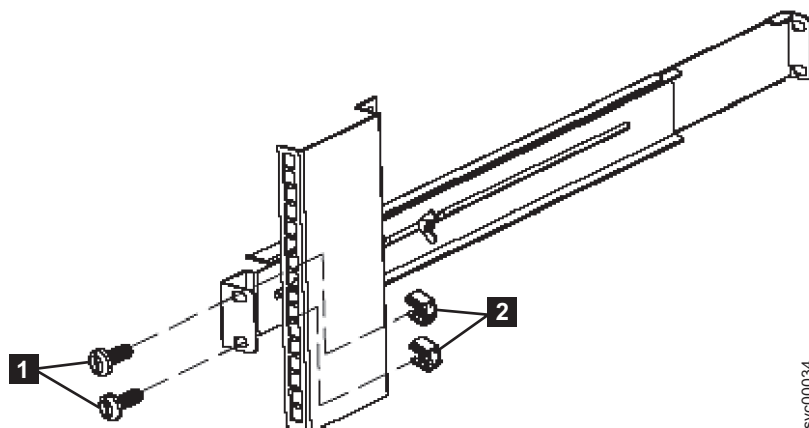

図10. 2145 UPS-1Uへの後部レールの固定
6. 2つの M6 × 10 ねじ (図10の 1) と2つのクリップ・ナット 2) を使用して、レールをラック後部に取り付けます。お客様のラックは、ここに示されているものとは異なる場合があります。その時には、異なるクリップ・ナットまたは締め金具が必要です。